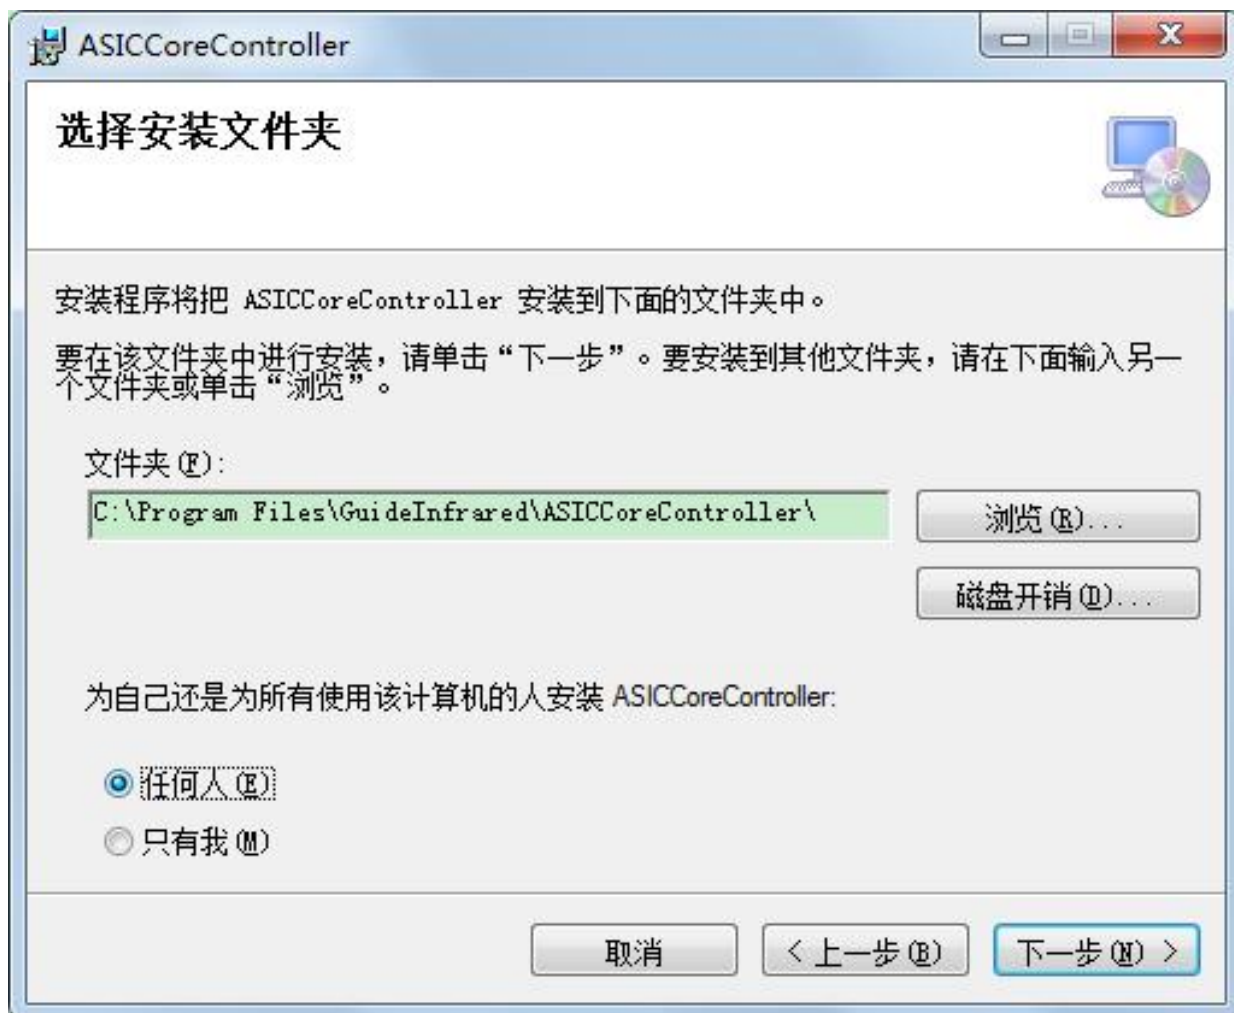

图 4-2 软件安装界面二
- 2) 点击“下一步”按钮后，会弹出选择安装路径和安装对象的窗口。选择文件的安装路径和对象后，点击“下一步”按钮进行下一步安装，如图 4-2 所示。